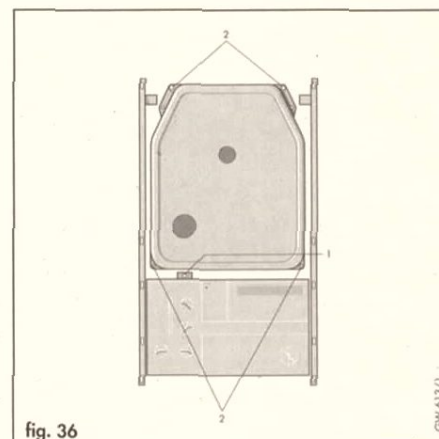

fig. 36
- Togliere la parte superiore del mantello (fig. 34) e rimuovere il coperchio della camera di combustione svitando le quattro viti (2, fig. 36).